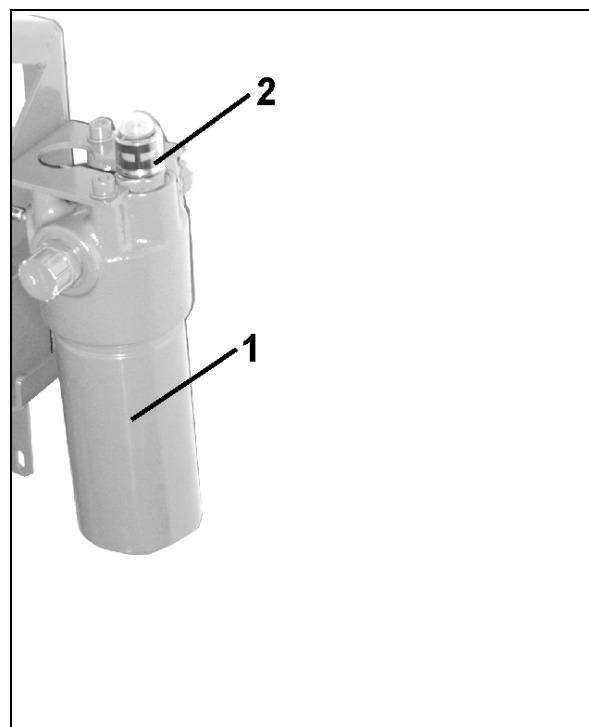

Fig. 165
1. Dévissez le capuchon magnétique (Fig. 165/1).
2. Retirez la bobine magnétique (Fig. 165/2).
3. Dévissez la tige de distributeur (Fig. 165/3) m avec les sièges de soupapes et nettoyez-la à l'air comprimé ou à l'huile hydraulique.